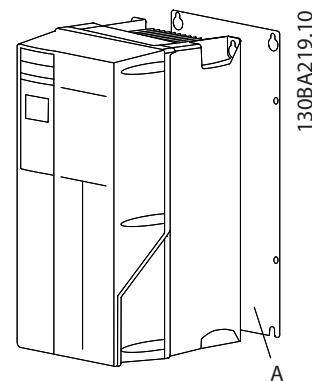
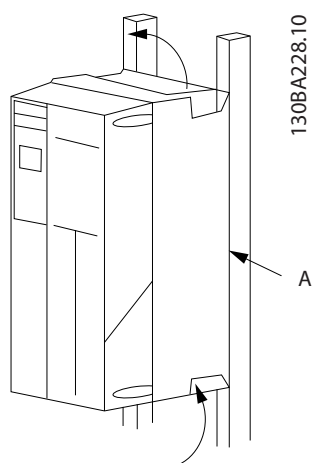

Рисунок 2.2 Правильная установка с использованием задней панели
Рисунок 2.3 Правильный монтаж с использованием реек
- Установите устройство на устойчивую ровную поверхность или прикрепите к опциональной задней панели для обеспечения циркуляции охлаждающего воздуха (см. Рисунок 2.2 и Рисунок 2.3).